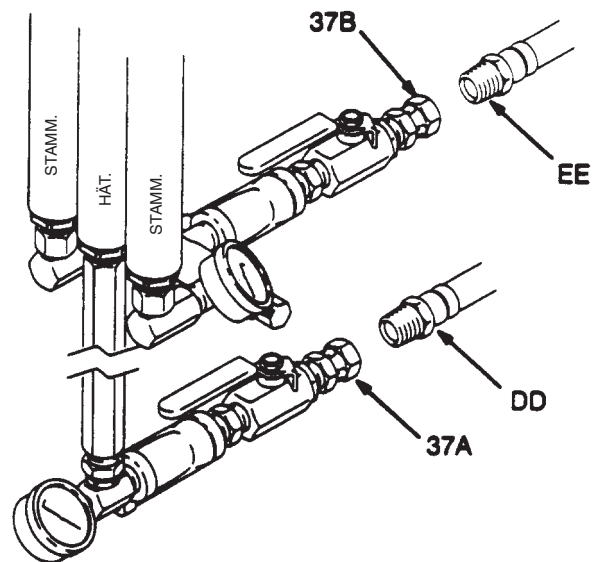

Abb. 5
1. Zuführschlauch für Stammkomponente an den 3/4 NPT Drehgelenkeinlass (37B) für die Stammkomponenten-Dosierpumpe anschliessen. Siehe Abb. 5.
2. Zuführschlauch für den Härter (DD) an den 3/4 NPT Drehgelenkeinlass (37) für die mittlere (Härter)-Dosierpumpe anschliessen. Siehe Abb. 5.